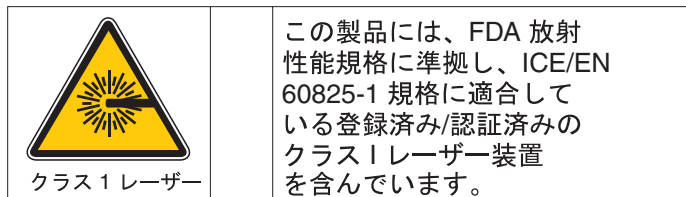

図 5. クラス 1 レーザー・ラベル
3. クラス 1 レーザー・ラベル。図 5 を参照してください。